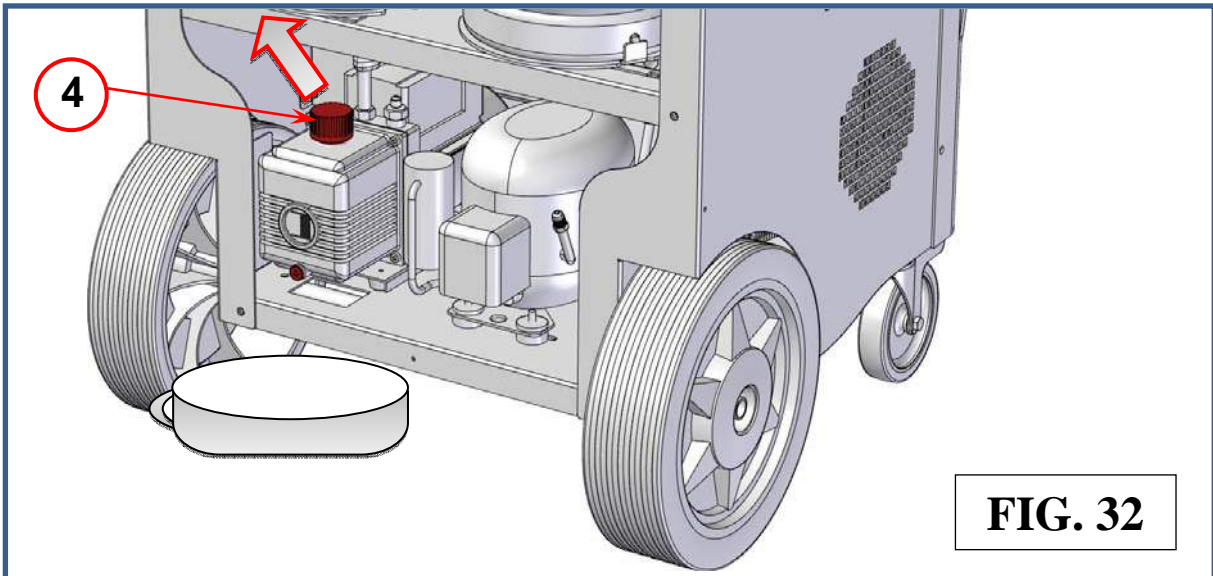

FIG. 32
- 4) Destornillar el tapón de recarga (ref 4, Fig.32).